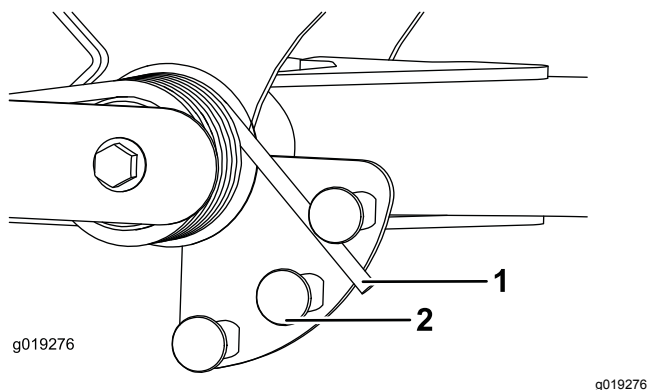

Рисунок 53
- Вставьте трубу или аналогичный предмет в длинный конец пружины и поверните его вокруг пружинного привода в нужное положение (Рисунок 53).